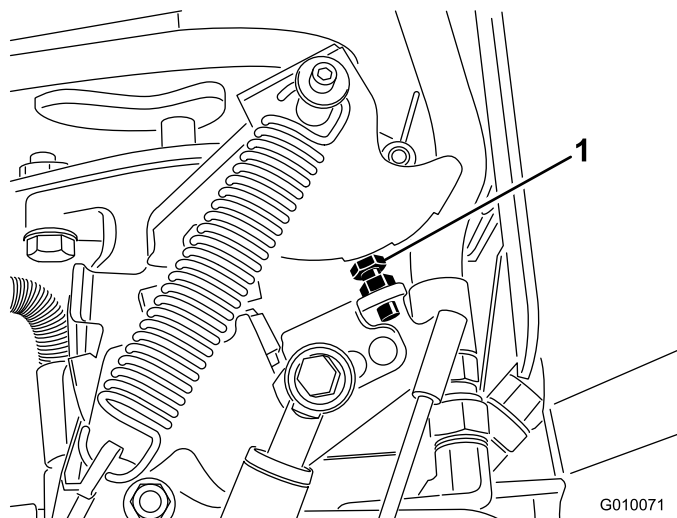

図 66
5. 調整する場合：ポンプのストップ・ボルト (図 66) をストップ・プレートに近づけると穴あけ間隔が小さくなり、遠ざけると間隔が大きくなる。